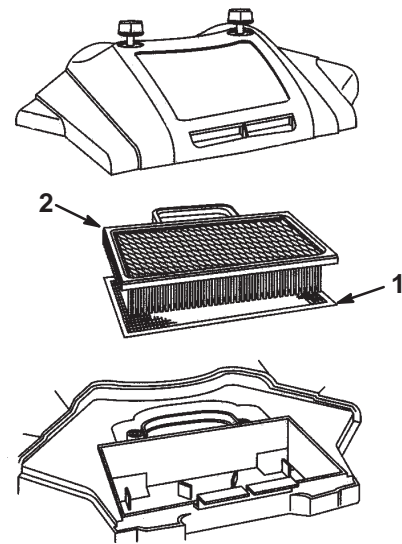

Bild 34
4. Nehmen Sie den Papiereinsatz und den Schaumeinsatz heraus (Bild 34).
1. Schaumeinsatz (Bild 34):
2. Papiereinsatz (Bild 34):
3. Bringen Sie die Luftfilterabdeckung und Verschlusschrauben an (Bild 34). Ziehen Sie die Schrauben gut fest.